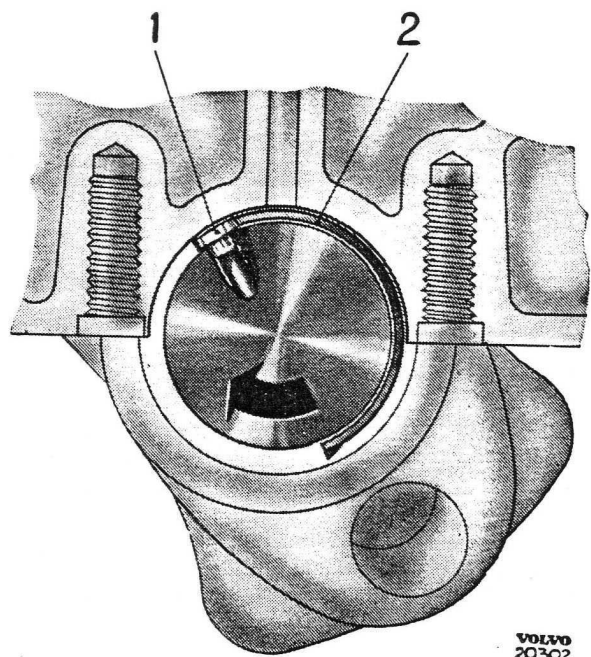

Bild 1-30. Auswechseln einer Pleuelstange
Das Abnehmen der oberen Pleuelstange erfolgt durch Einführen eines Stiftes (Bild 1-30) in den Ölkanal sowie Drehung der Pleuelstange in ihrer normalen Drehrichtung. Dabei bewegt sich die Pleuelstange (2) zusammen mit der Pleuelstange und kann abgehoben werden. Pleuelzapfen mit einer Messuhr überprüfen. Dabei den Fühlstift der Uhr auf den Pleuelzapfen setzen und die Pleuelstange drehen.